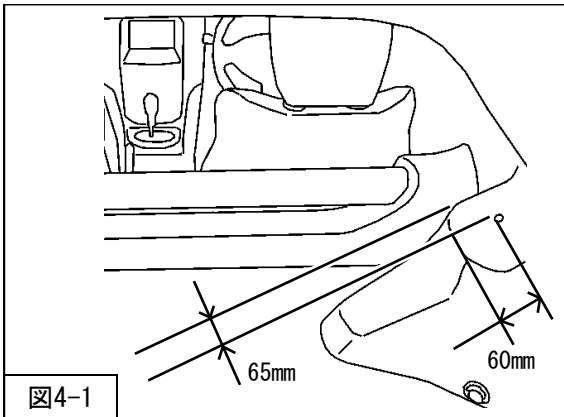

図4-1
1. リアトレイに減衰力調整ダイヤル用のφ20の穴を開け、穴にグロメット（同梱品）を取付けてください。（図4-1）
リアの減衰力調整は、図4-1で取付けたグロメット（同梱品）を取外して行ってください。